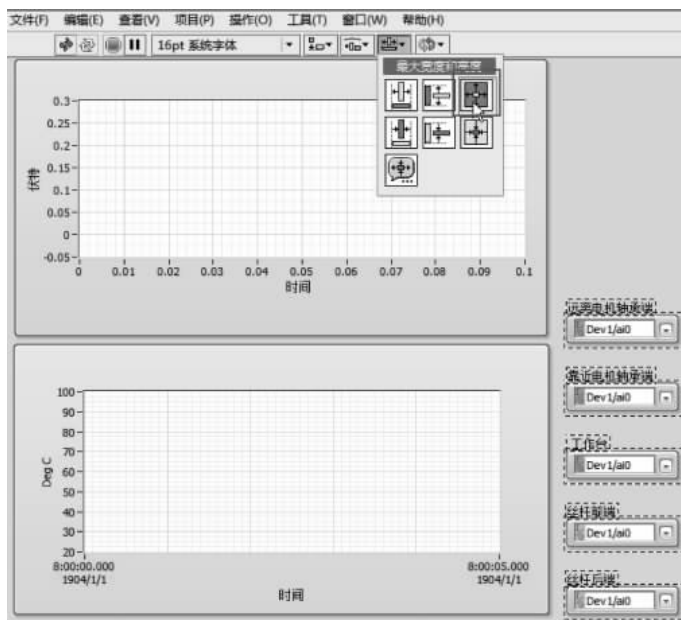

图 3-37 设置控件等宽等高
(3) 等宽和等高。单击工具栏中  “调整对象大小”→“最大宽度和高度”图标,如图 3-37 所示。